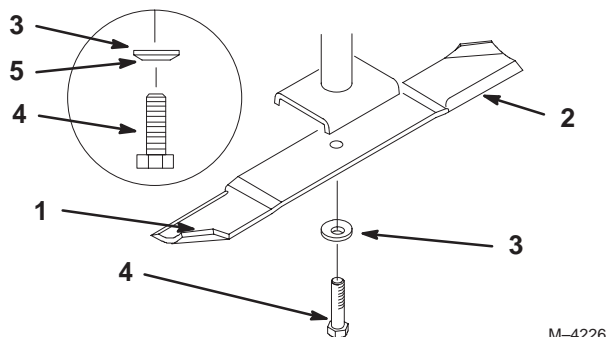

Figure 37
1. Tenez la lame à son extrémité avec un chiffon ou un gant épais. Retirez le boulon, la rondelle élastique et la lame de l'axe de la lame (Fig. 37).
2. Vérifiez l'équilibre de la lame en la plaçant sur un équilibreur (Fig. 36). Si la lame reste horizontale, elle est équilibrée et peut être utilisée. Si la lame est déséquilibrée, limez un peu l'extrémité de la partie incurvée seulement (Fig. 37). Répétez la procédure jusqu'à ce que la lame soit équilibrée.
1. Placez la lame sur l'axe (Fig. 37).
2. Installez la rondelle élastique et le boulon de la lame (Fig. 37). **Serrez le boulon de la lame à 115–150 Nm (85–110 pieds-livre).**